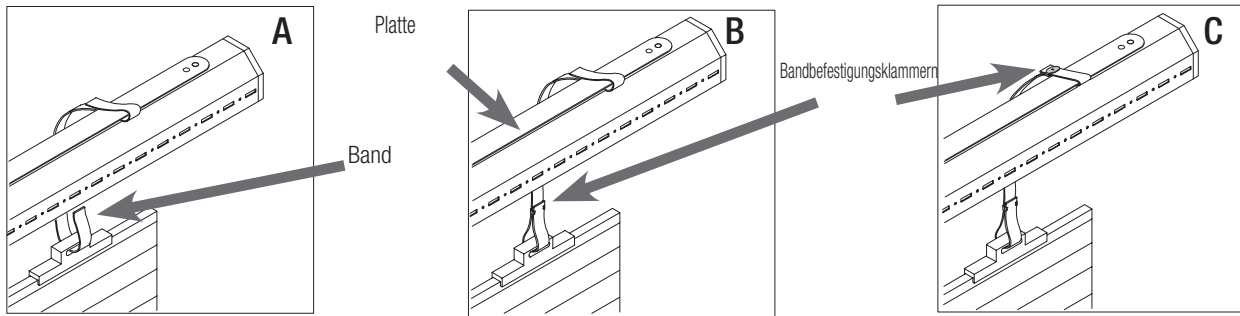

Abb. 18
1. Das Band durch die Durchgangsöffnung im Rollpanzer ziehen (Abb. 18, Bez. A)
3. Das Band zuerst unter, dann über die Platte der Welle führen. (Abb. 18, Bez. A-B).
4. Die Klammern einsetzen und die Länge des Bands so einstellen, dass dieses leicht gespannt ist. (Abb. 18, Bez. B-C)
5. Die Klammern für die Bandbefestigung mit einer Zange festziehen (Abb. 18 Bez. C)